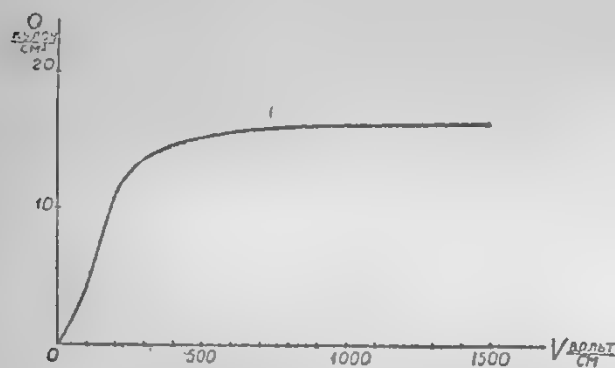
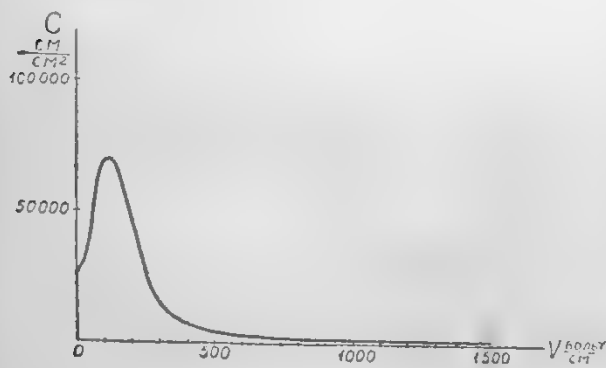

Рис. 2
Рис. 3
В этом диэлектрике замечается как бы способность к насыщению; именно конденсатор с сегнетовой солью при увеличении напряжения на обкладках его приобретает согласно формуле (2) все большие и большие заряды лишь до определенной величины напряжения. Дальнейшее увеличение последнего почти не увеличивает количества электричества, накопленного данным конденсатором. Здесь замечается явление, совершенно аналогичное тому, которое имеется в железном сердечнике катушки, по которой идет ток. С увеличением тока, как известно, магнитный поток сперва растет, а затем, достигнув некоторого значения, практически дальше не увеличивается. При этом говорят, что железный сердечник получил магнитное насыщение. На рис. 2 графически показана зависимость величины заряда конденсатора с диэлектриком из сегнетовой соли от напряжения на обкладках
этого конденсатора, а на рис. 3 дана зависимость диэлектрической постоянной, или емкости от того же напряжения.
Как видно из приведенной кривой (рис. 2), заряд на конденсаторе достигает при 500 вольтах на 1 см толщины диэлектрика некоторой определенной величины и при дальнейшем увеличении напряжения практически почти не увеличивается. С другой стороны, кривая рис. 3 показывает, что емкость конденсатора будет наибольшей при напряжении около 125 вольт, приходящемся на 1 см толщины диэлектрика, далее емкость быстро падает, приближаясь к некоторой постоянной весьма малой величине.
В верхней точке кривой рис. 3 диэлектрическая постоянная достигает громадной величины в 6 тыс., и емкость данного конденсатора с диэлектриком из сегнетовой соли, следовательно, при тех же размерах будет в 6 тыс. раз более, чем для такого же конденсатора с воздушной изоляцией.